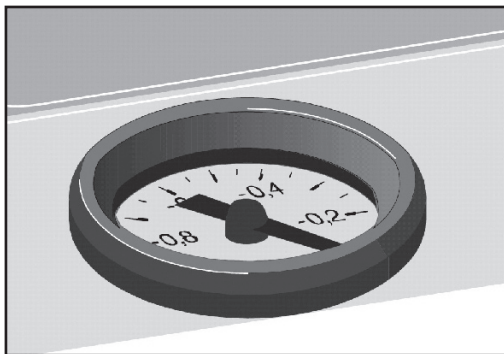

Abb. 2 Vakuummeter
- Stellen Sie Ihr gewünschtes maximales Vakuum ein, indem Sie die Saugschlauchöffnung (Abb. 3.2) zuhalten und das Vakuum aufbauen lassen. Dann öffnen Sie das Regulierventil (Abb. 1.9) soweit, bis das Vakuummeter das gewünschte Vakuum anzeigt (Abb. 2)